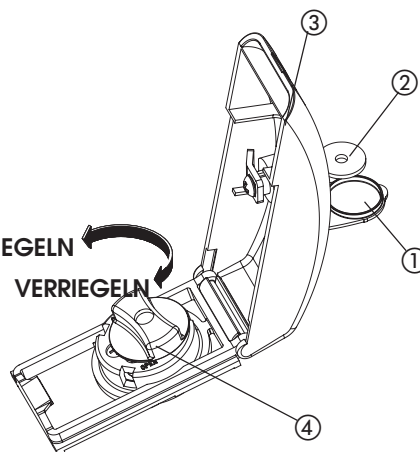

Abb. 16
- Die Schutzkappe anheben (Abb. 16, Bez. ①) und den entsprechenden, im Lieferumfang enthaltenen Schlüssel einführen (Abb. 16 Bez. ②).
- Die Abdeckung anheben (Abb. 16 Bez. ③).
- Den Entriegelungsgriff um etwa zwei Drehungen im Gegenuhrzeigersinn drehen (Abb. 16, Bez. ④).
- Zur Verriegelung des Antriebs den Entriegelungsgriff im Uhrzeigersinn bis zum Anschlag drehen (Abb. 16, Bez. ④).
- Die Abdeckung verschließen und den Schlüssel im Gegenuhrzeigersinn um 90° drehen (Abb. 16 Bez. ②).
- Den Schlüssel abziehen und die Schutzkappe verschließen (Abb. 16 Bez. ①).